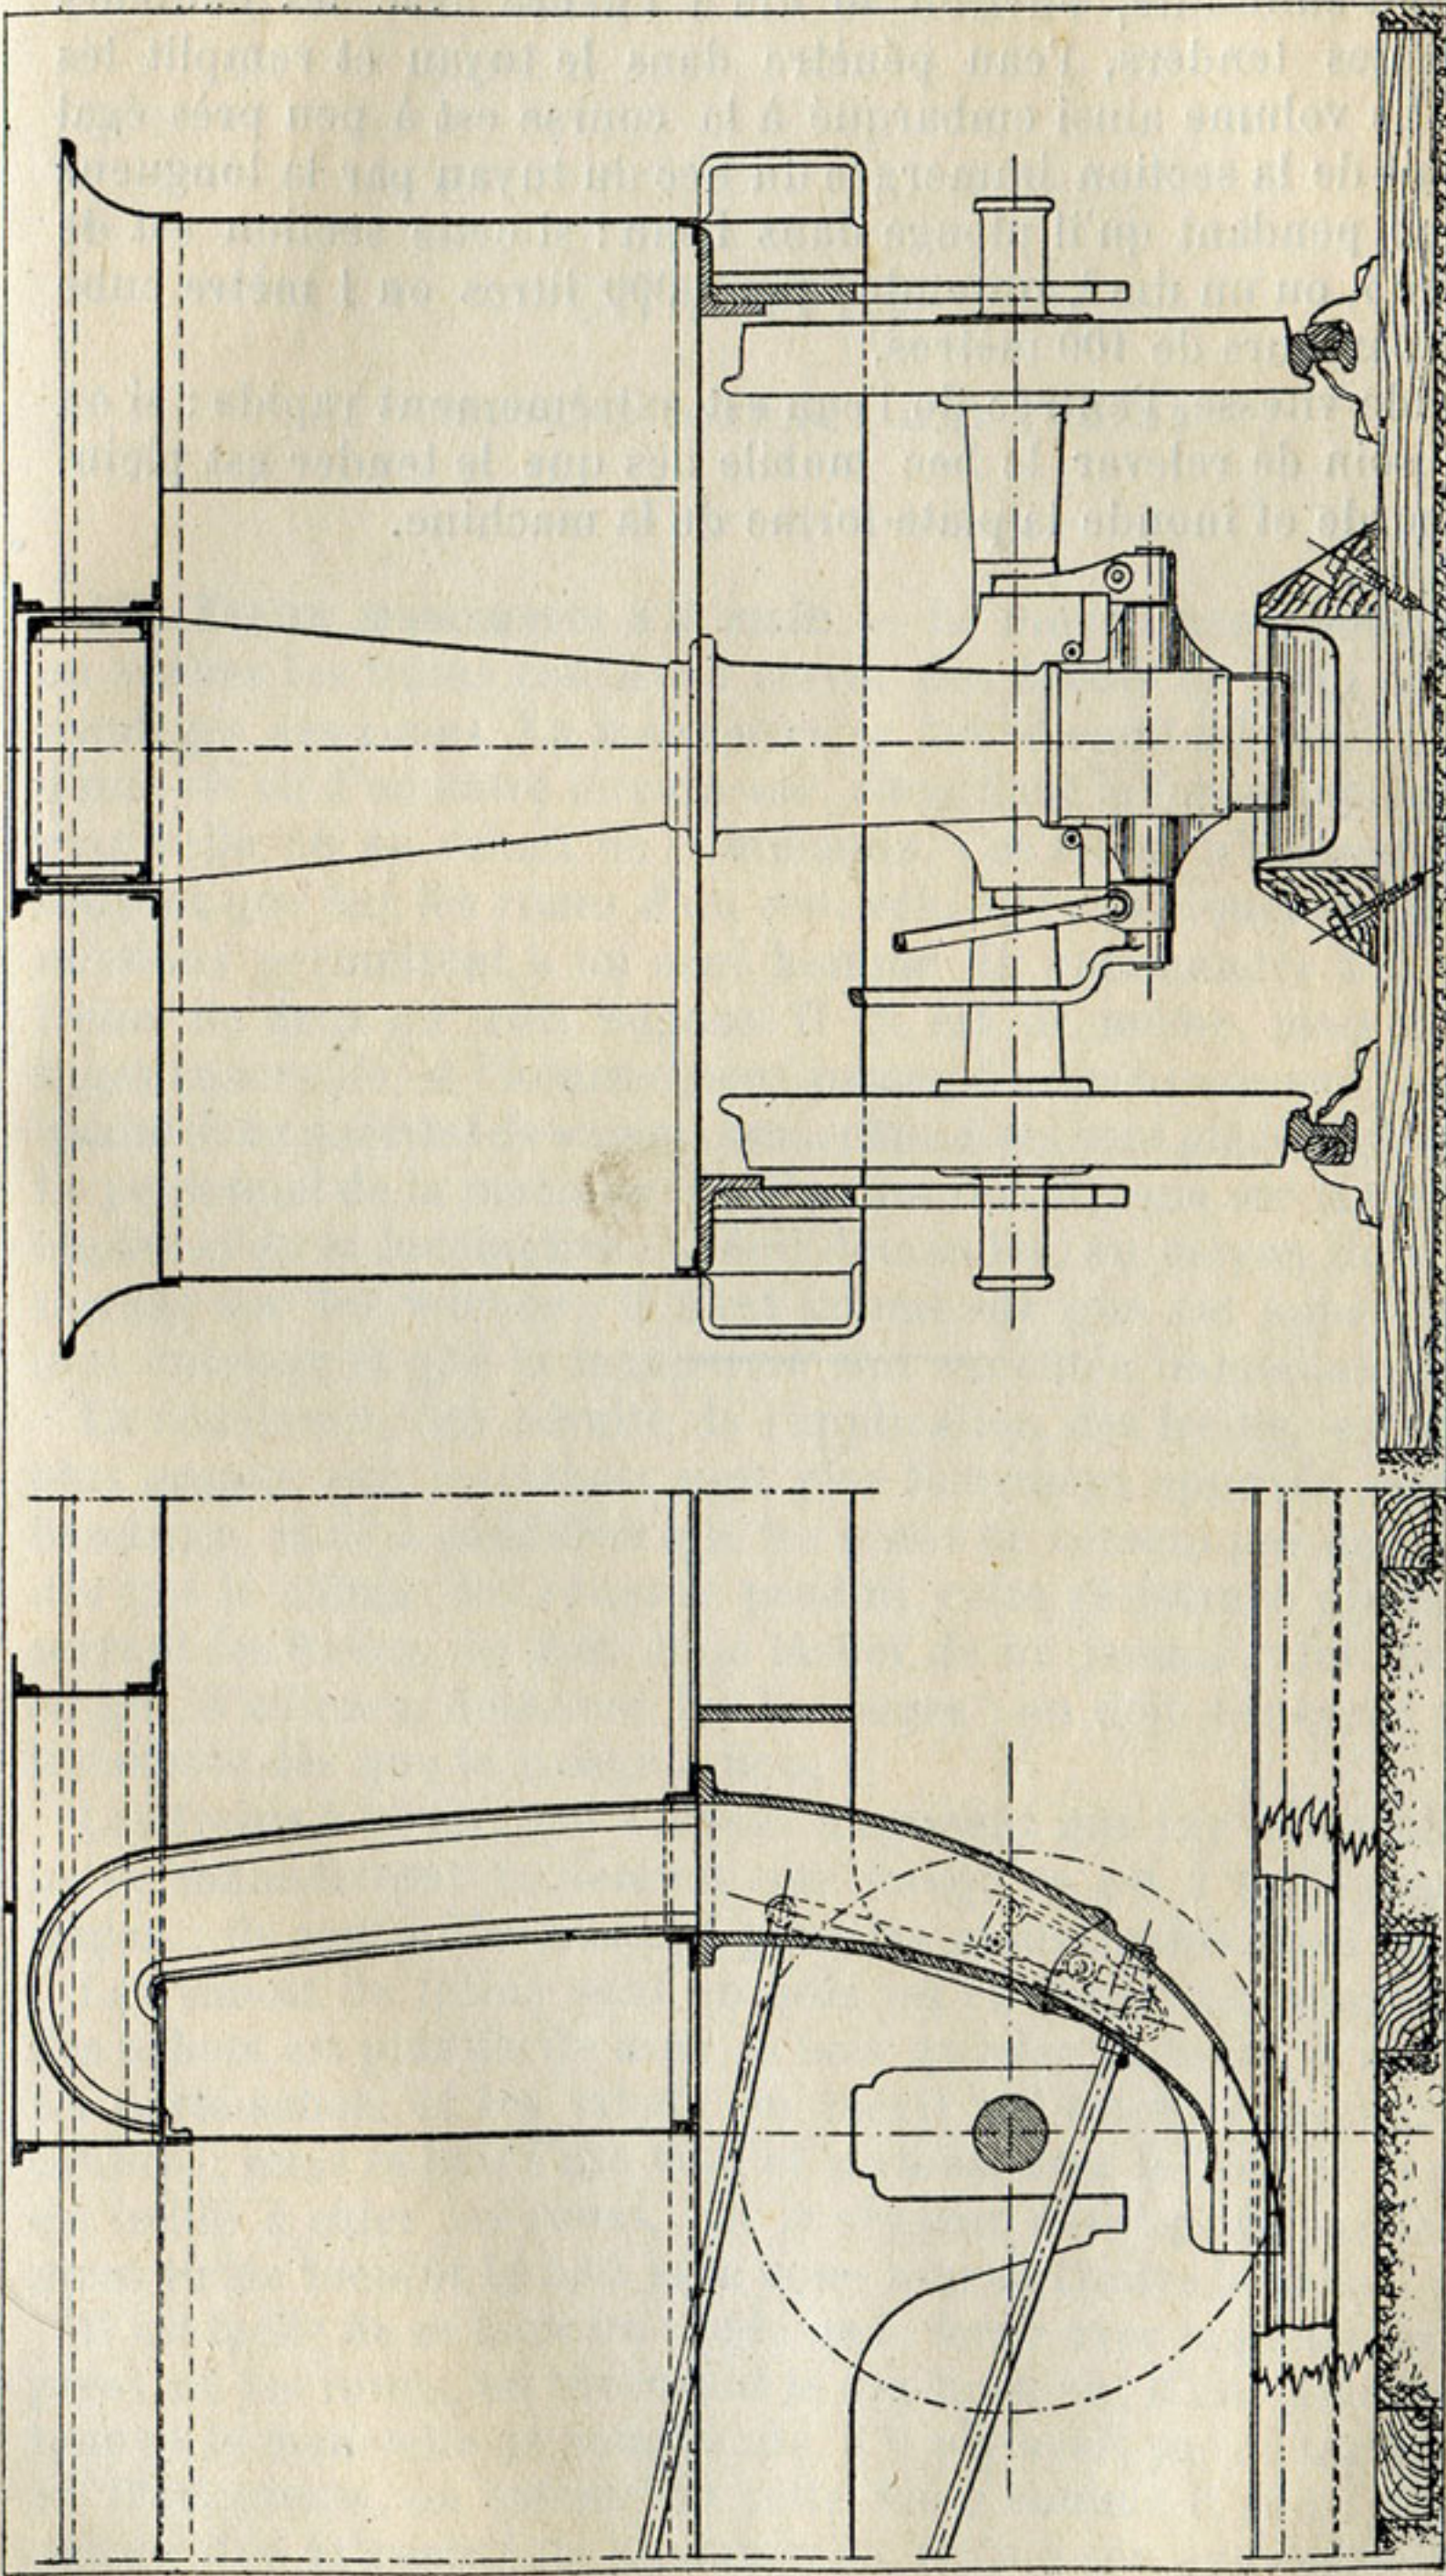

Fig. 303. — Appareil Ramsbottom pour prendre l'eau dans un tender, sans arrêt ;
**137. Prise d'eau sans arrêt.** — Le remplissage des tenders aux grues d'alimentation ne va pas sans quelques inconvénients : la machine doit stationner à une place exactement déterminée ; la durée de l'opération est souvent de plusieurs minutes ; et surtout, si l'on veut faire un long parcours sans arrêt, il faut traîner un énorme tender. Une curieuse disposition, imaginée par l'ingénieur anglais Ramsbottom, et appliquée sur plusieurs chemins de fer d'Angleterre et d'Amérique, permet de prendre l'eau sans arrêt (fig. 303).